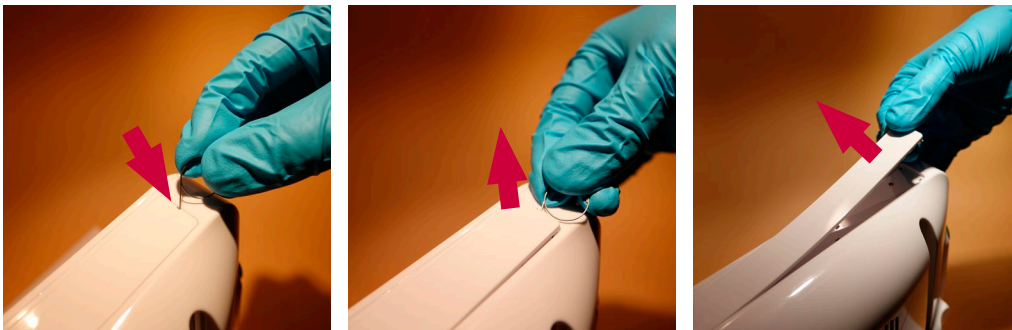

Abbildung 4 Entfernen der Typenschilder
- c) **Entfernen Sie die Typenschilder mit dem Ambu-Logo auf der Ober- und Unterseite der Visualisierungseinheit (Abbildung 4)**